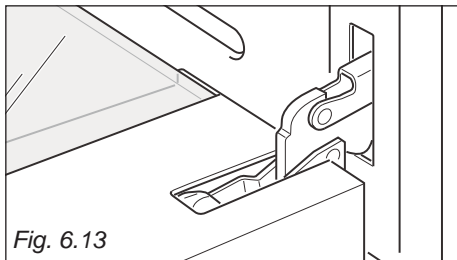

Fig. 6.13
- Ovnlågen åbnes helt (Fig. 6.13).